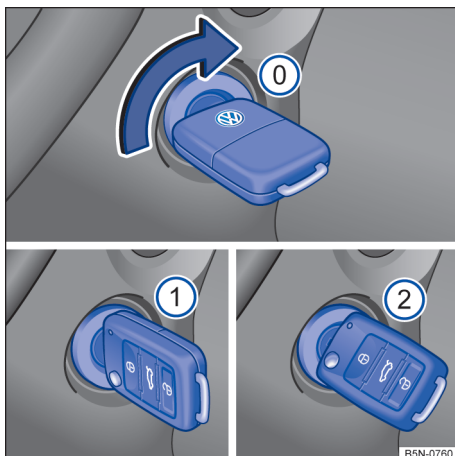

Fig. 80 Ao lado do volante, à direita: posições da chave do veículo no cilindro da ignição.
Posições da chave do veículo → Fig. 80
- *Veículos com partida aquecida:* girar a chave do veículo na posição → Fig. 80 ①. A ignição está ligada. Nesse instante a luz de controle do sistema de partida aquecida  irá se acender no instrumento combinado. Aguardar que a luz de controle  se apague indicando o término do aquecimento do combustível (esta ação poderá ser necessária em condições de partida com o motor frio).
- *Veículos sem partida aquecida:* girar a chave do veículo na posição → Fig. 80 ①. A ignição está ligada.
- Girar a chave do veículo no cilindro da ignição para a posição → Fig. 80 ② – não acelerar. Quando o motor começar a funcionar, soltar a chave do veículo no cilindro da ignição.
- *Veículos com partida aquecida:* girar a chave do veículo no cilindro da ignição para a posição → Fig. 80 ② para dar partida no motor – não acelerar. Caso a etapa 5 não seja respeitada, a luz de controle  irá piscar indicando a necessidade de interromper o procedimento de partida e repeti-lo após retornar a chave para a posição → Fig. 80 ① e aguardar aproximadamente 10 segundos.
- *Veículos sem partida aquecida:* girar a chave do veículo no cilindro da ignição para a posição → Fig. 80 ② para dar partida no motor – não acelerar.
- Girar a chave do veículo no cilindro da ignição na posição → Fig. 80 .